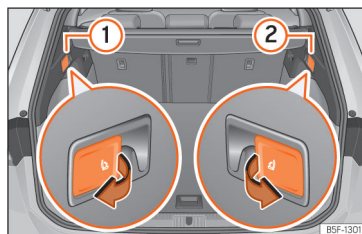

Fig. 103 În portbagaj: manete pentru deblocarea spătarului banchetei spate.
- Trageți maneta pentru deblocarea părților din stânga »» **fig. 103** ① sau dreapta ② a spătarului banchetei, în direcția indicată de săgeată. Partea deblocată a spătarului scaunului din spate se pliază automat în față.